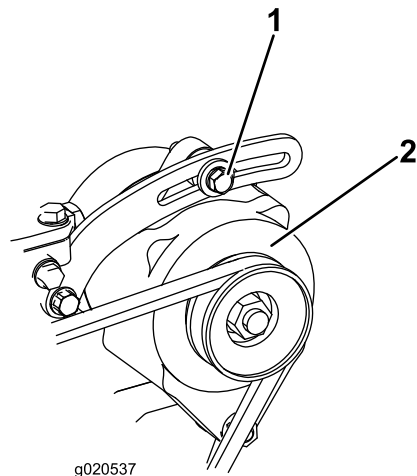

Figura 81
2. Si la desviación no es de 10 mm (3/8"), afloje los pernos de montaje del alternador (Figura 81).